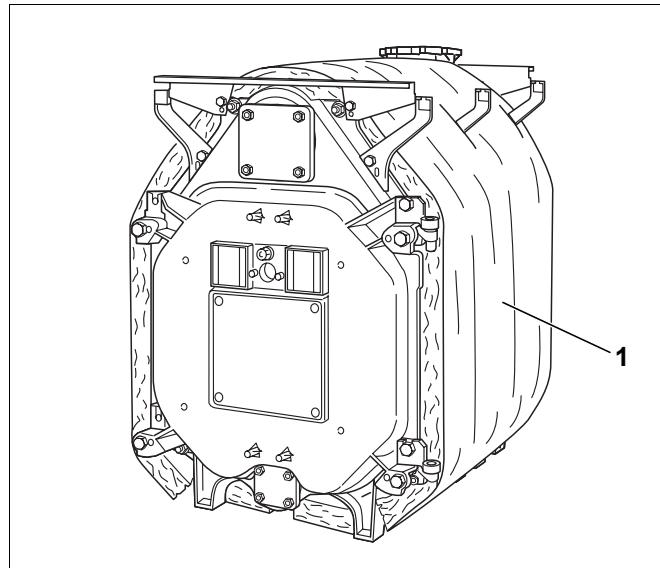

Fig. 41 Blocco caldaia con isolamento termico
- ▶ L'isolamento termico fornito in dotazione (fig. 41, [1]) corrisponde alla grandezza della caldaia. Disporre l'isolamento termico attorno al blocco caldaia secondo lo schema riprodotto nella figura 42 (le cifre sull'isolamento termico raffigurato corrispondono al numero degli elementi).